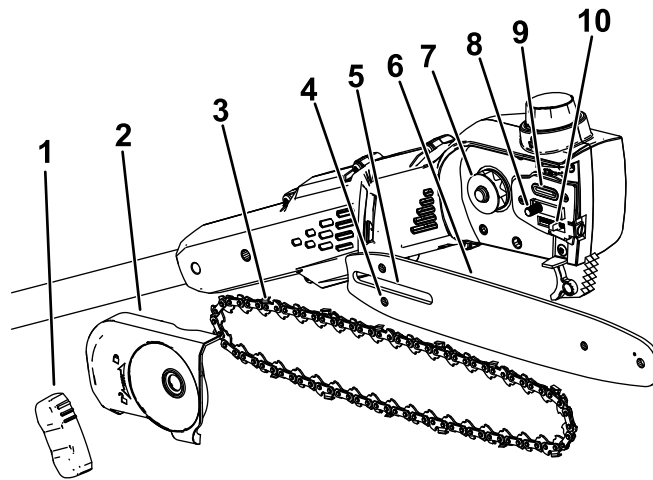

Figure 3
2. Déposez le couvercle latéral; pour ce faire, tournez le bouton dans le sens antihoraire jusqu'à ce que le bouton puisse être retiré, puis déposez le couvercle latéral (Figure 3).
5. Placez la boucle ouverte de la chaîne (le côté qui n'est pas sur le guide) autour du pignon d'entraînement de l'élagueuse (Figure 3).
**Important:** Vérifiez que le goujon de réglage de la chaîne est bien inséré dans la fente correspondante sur le guide-chaîne (Figure 3).